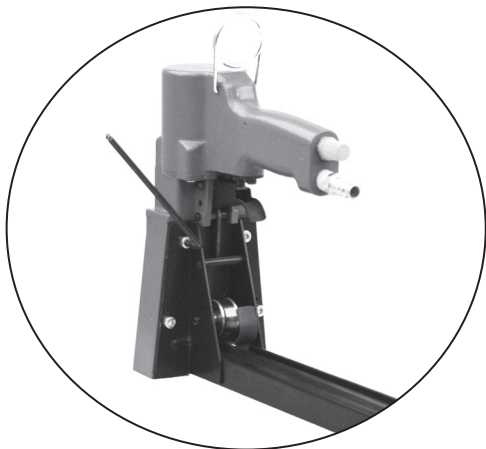

Fig. 9
- Dévisser les quatre vis situées à l'arrière du boîtier (Fig. 9).